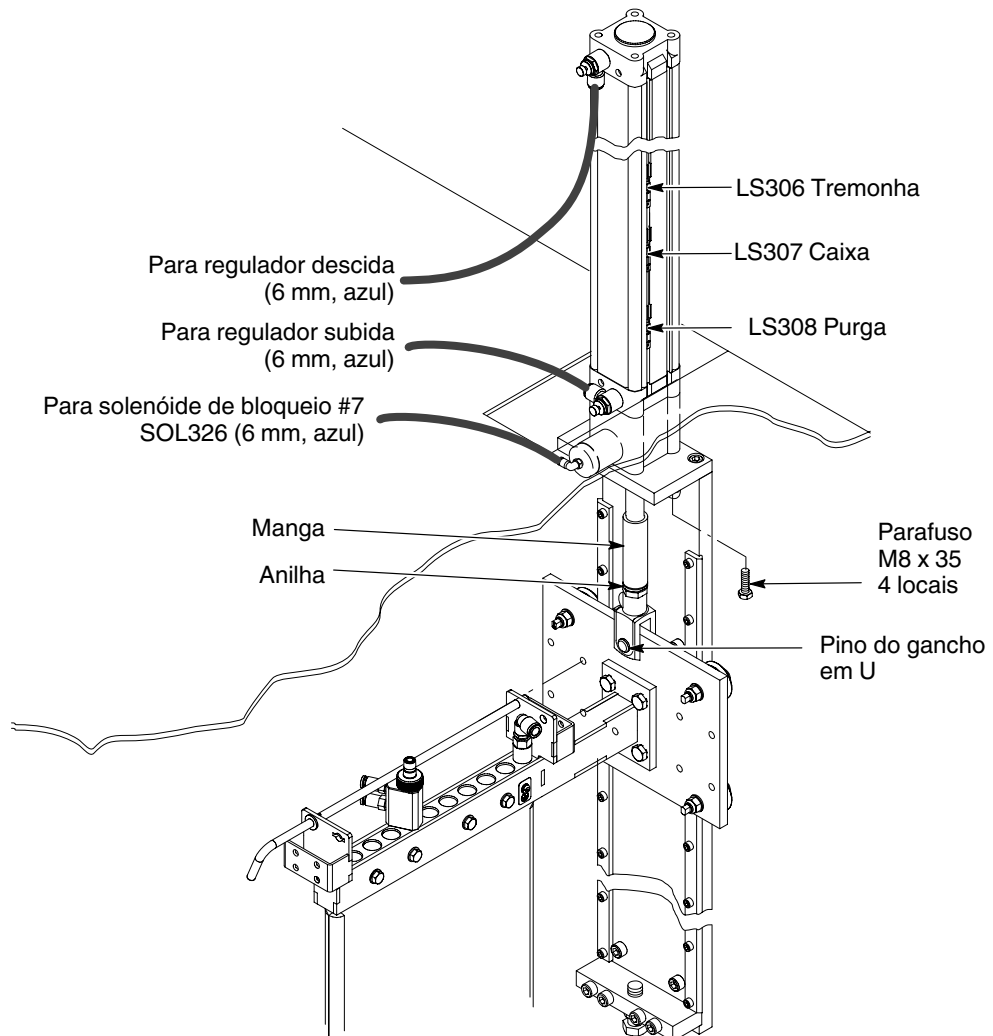

Figura 8-9 Instalação do cilindro de elevação
1. Consulte a figura 8-9. Se não estiver a utilizar tremonhas cilíndricas Nordson de 50 lb: Monte a manga e a anilha no novo cilindro.